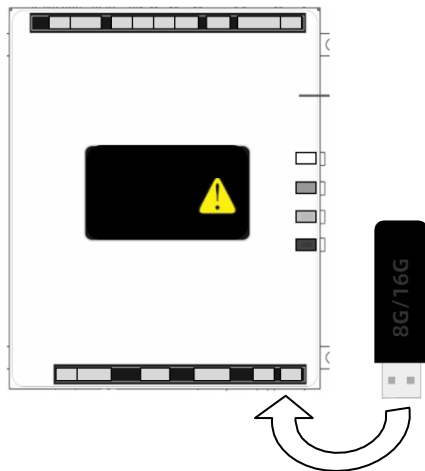

Abbildung 8.1 Laden der Steuerungssoftware
1. Suchen Sie den Steckplatz für den USB-Stick (siehe Abbildung 8.1).